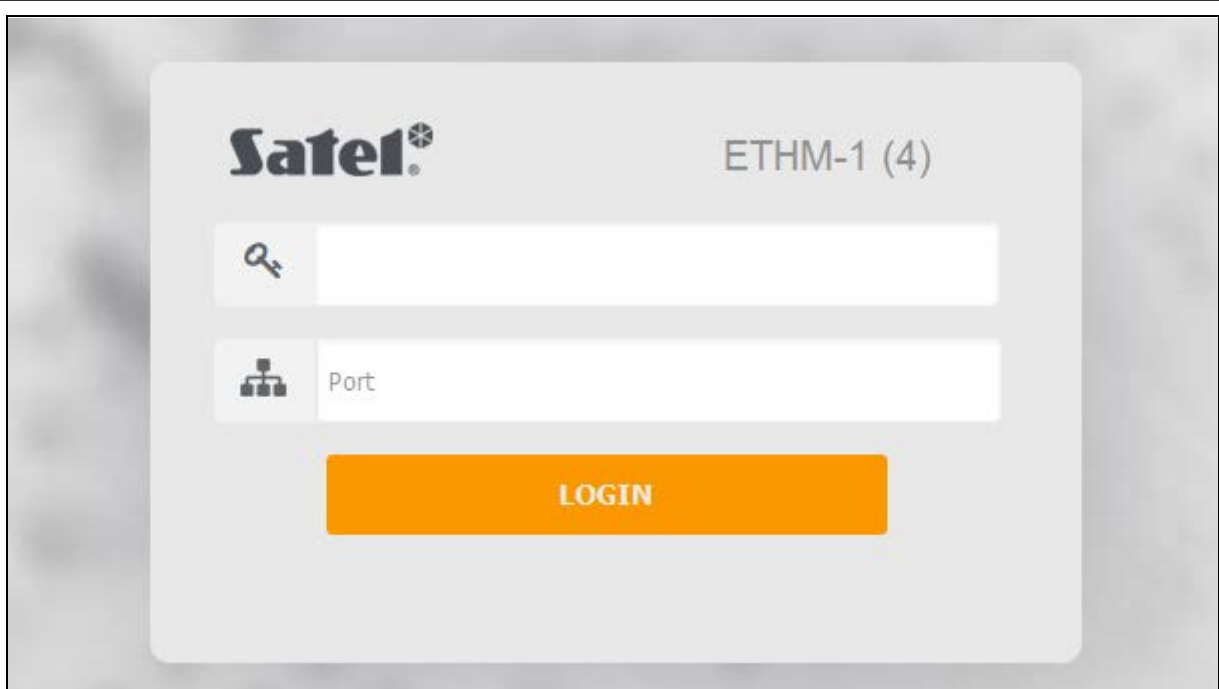

Abb. 19. Internetbrowser: Startseite.
3. Wenn die Startseite erscheint (Abb. 19), geben Sie in entsprechenden Feldern: